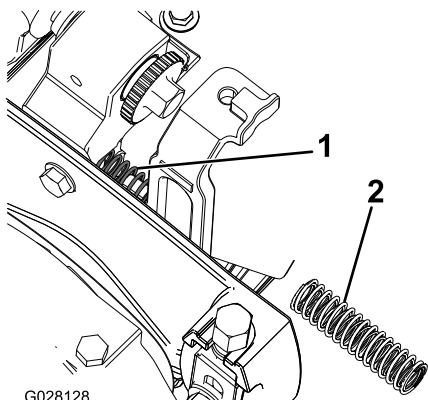

Рисунок 6
11. С помощью острогубцев снимите пружины сжатия с обеих сторон режущего блока и замените их новыми внутренней и наружной пружинами сжатия (Рисунок 6).